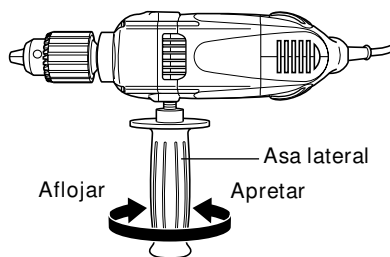

Fig. 5
8. Instalación del asa lateral (Fig.5)